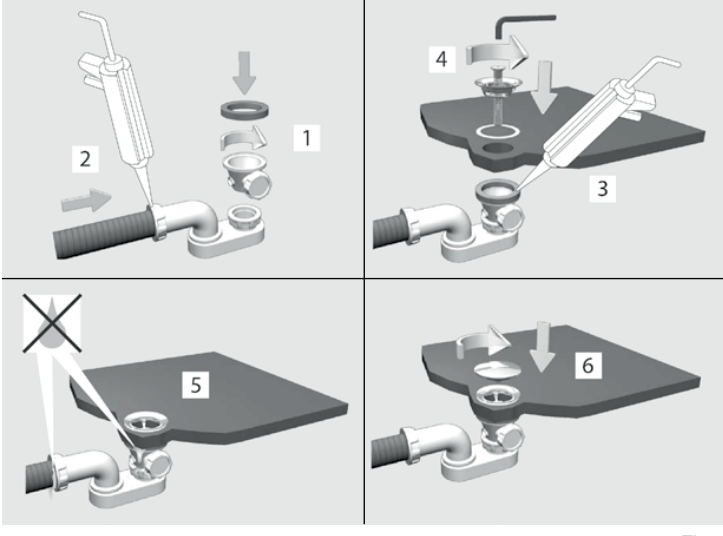

Fig.3
- Installare il kit di scarico della vasca come indicato nelle immagini (vedi Fig.3) e secondo le istruzioni del produttore del kit di scarico stesso**
Install the drain kit on the tub as shown in Fig. 3, following the instructions of the manufacturer of the drain kit